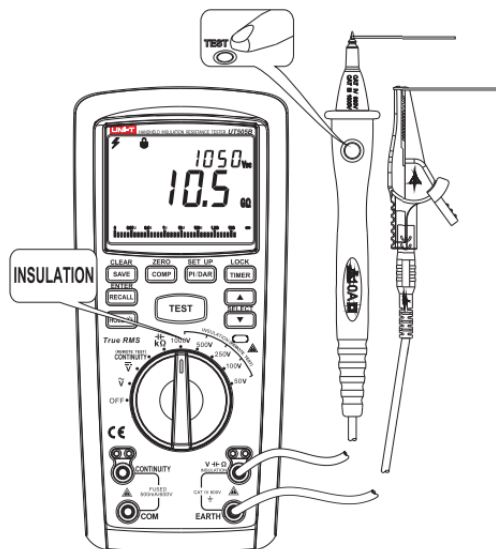

Figura 9
5. Medição da Resistência do Isolamento (ver figura 9)